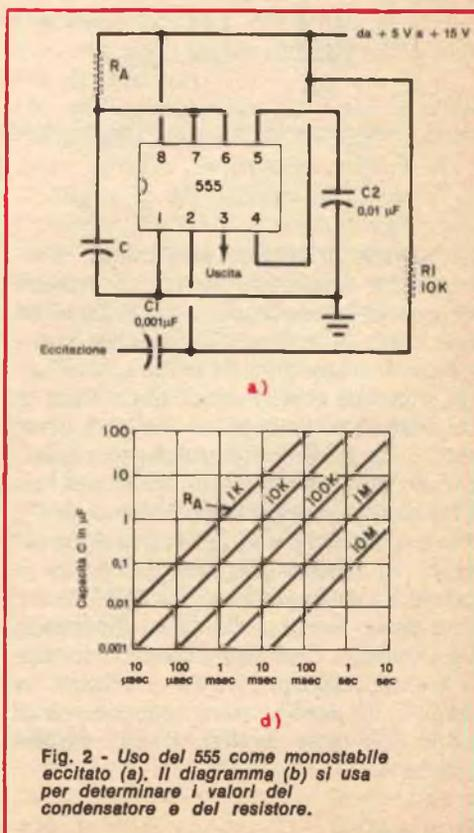

Fig. 2 - Uso del 555 come monostabile eccitato (a). Il diagramma (b) si usa per determinare i valori del condensatore e del resistore.
**Modo monostabile eccitato** - Nella fig. 2-a è rappresentato un circuito monostabile eccitato comprendente la rete R1C1, la quale evita qualsiasi falsa eccitazione sui bordi positivi. I valori di R1 e di C1 non sono critici.
I valori di  $R_A$  e C si scelgono con il diagramma di tempo riportato nella fig. 2-b.